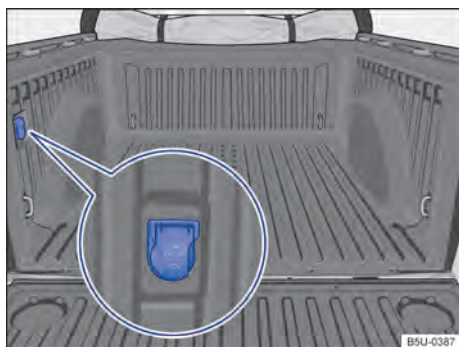

Fig. 116 Compartimento de carga: tomada 12 V.
- A tomada 12 V pode ser encontrada na parte interna do compartimento de carga → Fig. 116 (dependendo da versão do veículo pode não estar disponível).